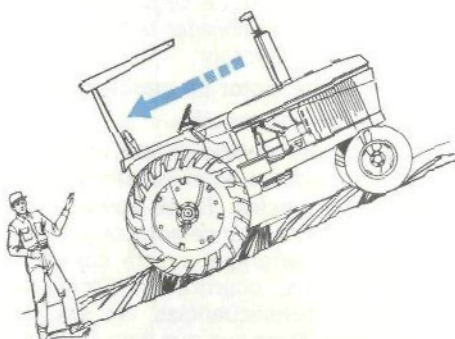

Figura 1.- Utilizar el freno de mano o la palanca de velocidades en posición de "estacionamiento"
2.5.5. Utilizar el freno de mano o colocar la palanca de marchas en posición de "estacionamiento". Acostumbrarse a colocar el freno de mano cuando se estacione el tractor, especialmente cuando se lo deja en alguna pendiente. Ver figura 1. No confiar en dejarlo "engranado" y acostumbrarse a retirar la llave de puesta en marcha. Muchos tractores no tienen freno de mano pero la palanca de